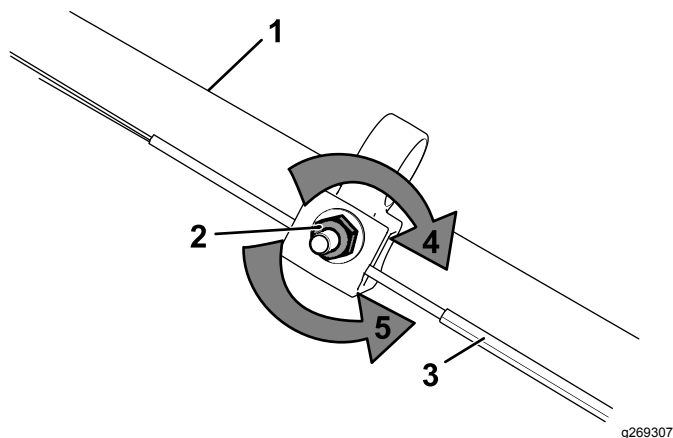

Figura 35
1. Gire la tuerca de ajuste en sentido antihorario para aflojar el ajuste del cable (Figura 35).
- Ajuste la tensión del cable (Figura 35) tirando del mismo hacia atrás o empujándolo hacia adelante, y sujételo en esa posición.